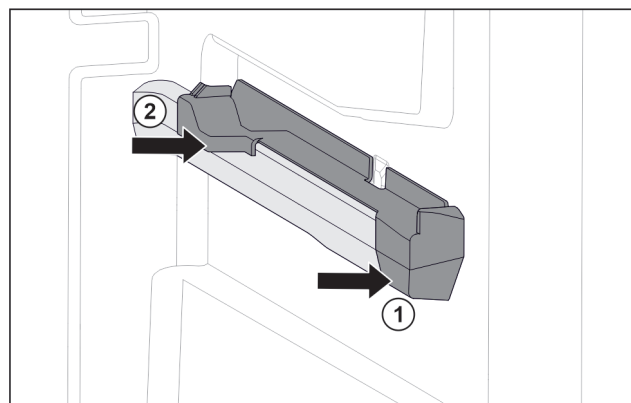

Fig. 40 Elemento inseribile sulla nervatura destra del contenitore
- ▶ Posizionare l'elemento inseribile sulla parte anteriore della nervatura del contenitore. Fig. 40 (1)
- ▶ Premere l'elemento inseribile sulla parte posteriore. Fig. 40 (2)